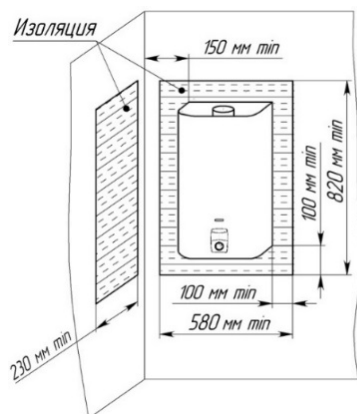

Рисунок 4. Установка аппарата на трудногораемых стенах
7.1.6. Допускается установка аппарата на трудносгораемых стенах при условии изоляции стены оцинкованным листом толщиной 0,8...1 мм по листу базальтового теплоизоляционного картона БТК толщиной 3...5 мм. Изоляция стены должна выступать за габариты корпуса аппарата не менее чем на 100 мм с каждой стороны (рис. 4). Расстояние от боковых поверхностей аппарата до трудносгораемых стен без применения изоляции должно быть не менее 250 мм. При уменьшении указанного расстояния до 150 мм необходима установка теплоизоляции (обивка стен оцинкованным листом по листу теплоизоляционного материала). При установке аппарата на несгораемых стенах устройство изоляции не требуется.